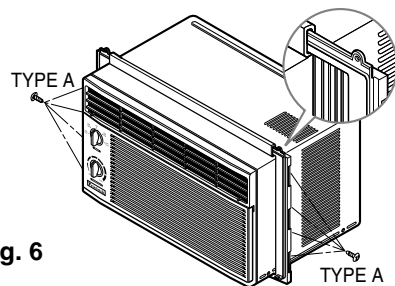

Fig. 6
1. Insérez les guides des volets d'étanchéité dans les rails de guidage fixés au climatiseur. Fixez les volets d'étanchéité à l'appareil à l'aide de vis de Type A tel qu'illustré à la Fig. 6.